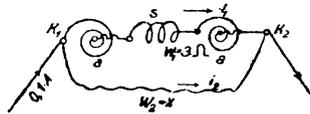

Fig. 20.
88. Es soll ein 1 ohmiges Weston-Galvanometer mit der Konstanten  $C = \frac{1}{1000}$  gebaut werden. Leider stellt sich heraus, daß der Widerstand der beiden Federn aa (Fig. 20) und der Spule s bereits 3 [2,5] (2,8)  $\Omega$  beträgt. Man muß daher parallel zu diesem Widerstand einen Widerstand  $w_2$  legen, so daß der Kombinationswiderstand beider 1  $\Omega$  ist. Gesucht: